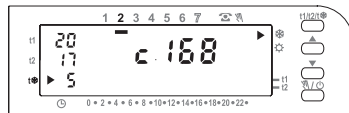

Fig. 25
- Press **OK** to confirm (fig. 25).
- Appuyer sur la touche **OK** pour confirmer. (fig. 25).
- Zur Bestätigung drücken Sie die Taste **OK** (Abb. 25).
- Premere il tasto **OK** per confermare (fig. 25).
- Presionar **OK** para confirmar (fig. 25).